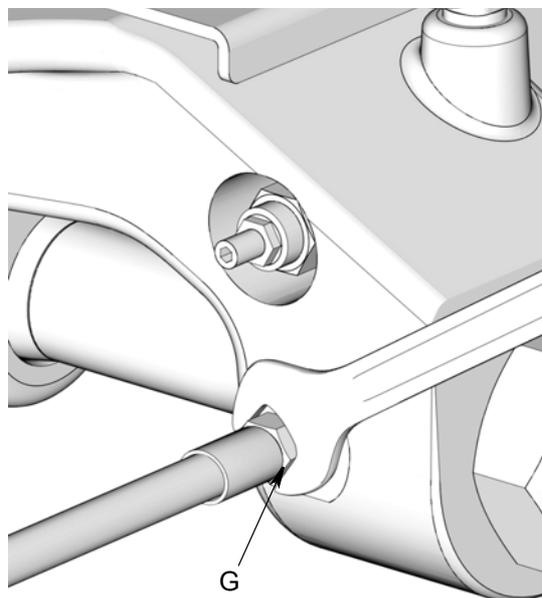

FIG. 10
2. Para aliviar presión en el sistema, use una llave para **aflojar poco a poco** el accesorio de conexión de la tubería de lubricante (G) hasta que no salga lubricante ni aire del accesorio (FIG. 10).